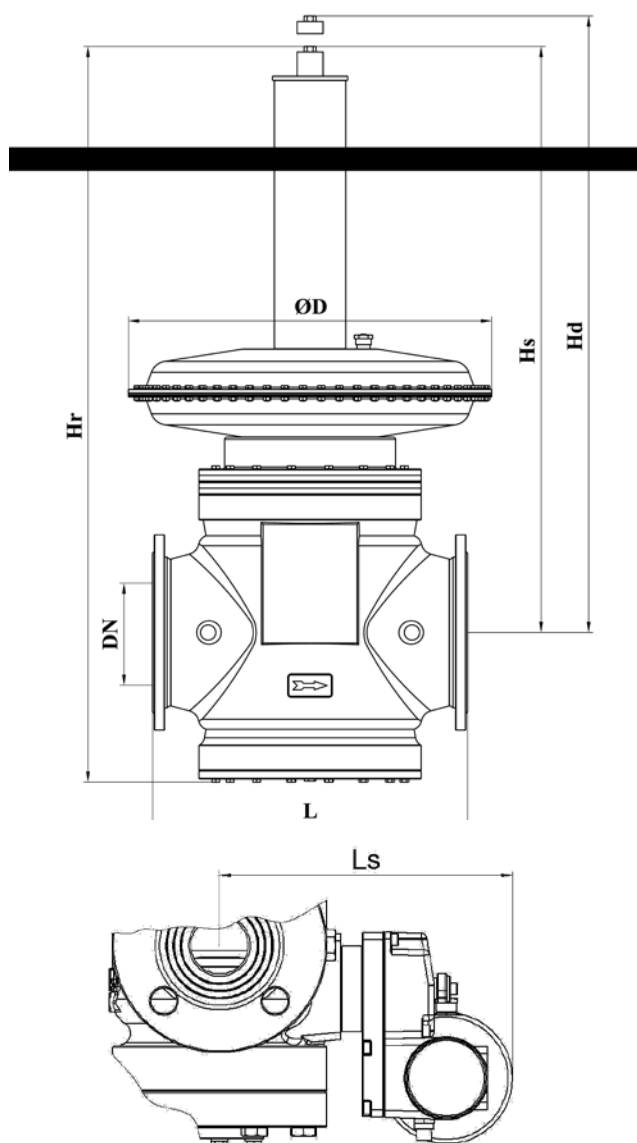
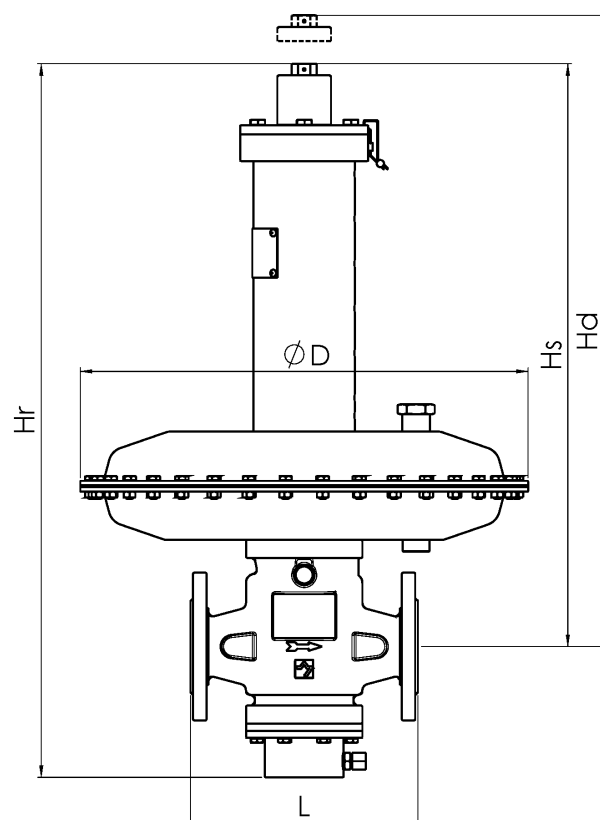

Figura 6 – RTG 320 DN 25 ÷ 300
Figura 7 – RTG 320 DC, DN 25 ÷ 50
**Tabel 2 – Dimensiuni de gabarit pentru RTG 320 (Figura 6 și Figura 7)**